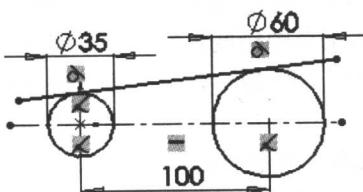

图 1-6 添加几何关系后的草图
11. 继续添加几何关系。选择直线和圆弧 2，重复步骤 10，为它们也添加“相切”的几何关系，生成草图如图 1-6 所示。